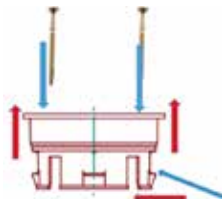

Fig. 5-16: Montaggio dei connettori a vite
1. Le batterie sono cablate tramite i connettori in serie isolati (Fig. 5-16). Nel collegamento in serie, il polo negativo di una batteria è collegato con il polo positivo della batteria successiva finché l'intero sistema non abbia raggiunto la tensione necessaria.